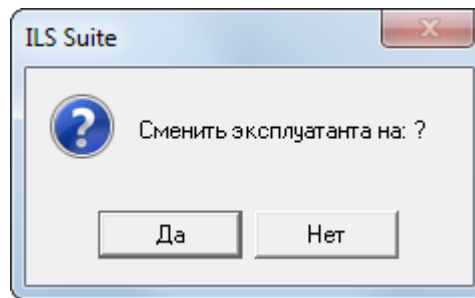

Рис. 22-12 – Диалоговое окно с предложением сменить эксплуатанта
10) После выбора собственника открывается диалоговое окно с предложением сменить эксплуатанта на ту же организацию, что и собственник (рис. 22-12).